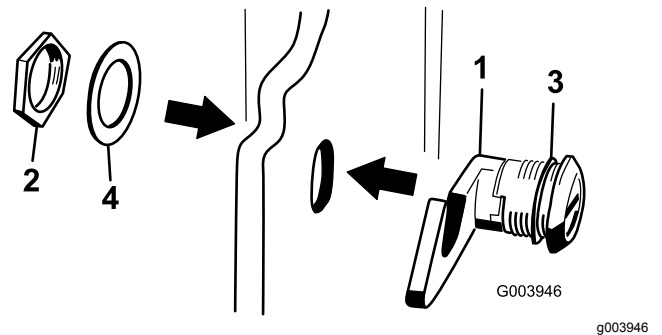

Рисунок 19
3. Выверните гайку с узла защелки капота (Рисунок 19).